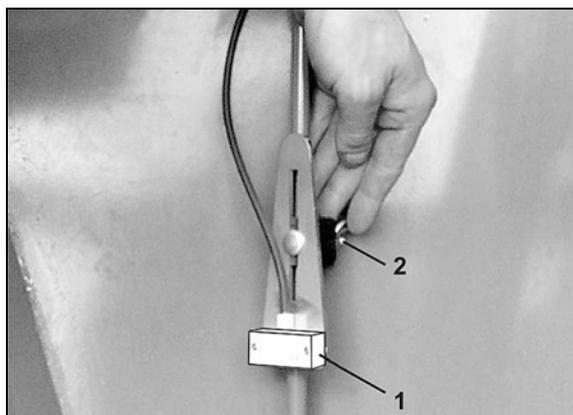

Fig. 86
2. Desserrez l'écrou à ailettes (Fig. 86/2).
3. Réglez la hauteur du capteur de niveau de remplissage (Fig. 86/1) en fonction de la quantité de semences résiduelle souhaitée.
4. Serrez à fond l'écrou à ailettes (Fig. 86/2).
Montez le capteur de niveau de remplissage de manière conforme (Fig. 86) !